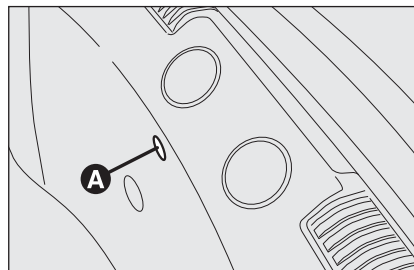
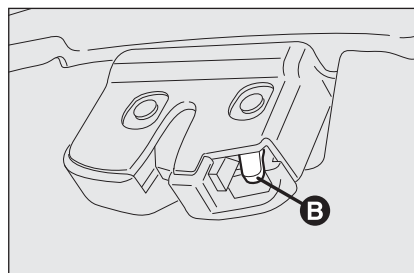

fig. 4
fig. 5
- prélever le tournevis de la boîte à outils et, en agissant à l'intérieur du coffre à bagages (sur la partie arrière), l'introduire à l'intérieur du logement **A-fig. 4** et agir ensuite sur le levier **B-fig. 5**.